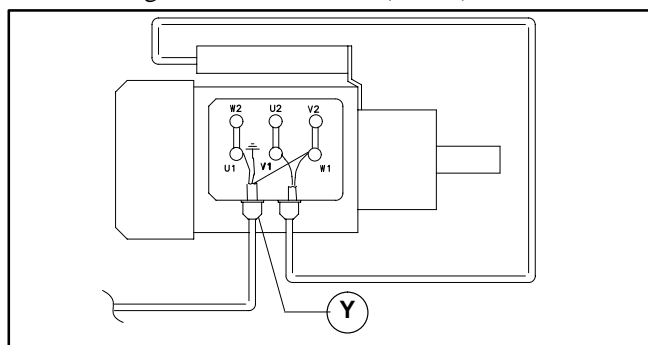

Abbildung 15
- b. Die Farben der Adern an Klemmen U1, W1 und Erdungsklemme (Schutzleiter) ( $\perp$ ) (Abbildung 15) aufschreiben. Klemmen U1, W1 und Erdungsklemme lösen und (Adern) entfernen.
- c. Die Kabelklemme (Y siehe Abbildung 15) lösen und Kabel herausziehen.